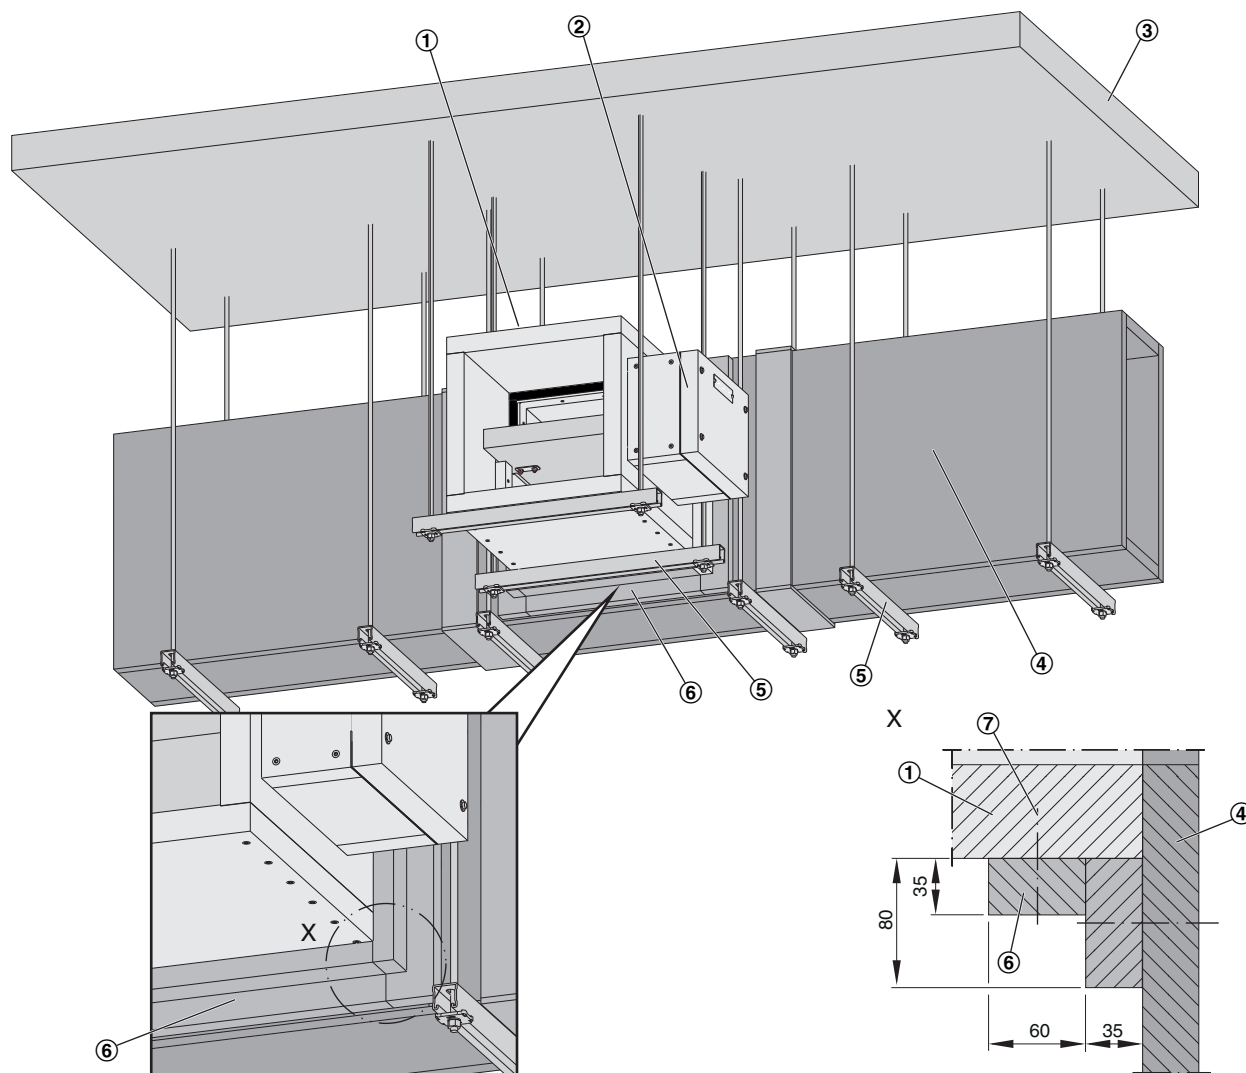

Abb. 10: Einbau an horizontalen feuerwiderstandsfähigen Entrauchungsleitungen
3. ▶ Verbindung zwischen feuerwiderstandsfähiger Entrauchungsleitung und Entrauchungsklappe mit Riegel (Abb. 10/6) herstellen. Dazu die Riegel an den Stossstellen, an der Entrauchungsleitung und an der Entrauchungsklappe verkleben (z. B. K84, Promat oder gleichwertig) und mit Stahldrahtklammern 63/11,2/1,5 mm, Abstand \leq 150 mm, verbinden.